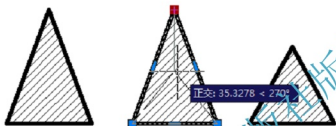
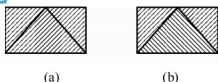

图 3-29 图案填充的关联属性
图 3-30 创建独立的图案填充
(5) 【选项】选项中，【关联】复选框用于确定填充图案与边界的关系，若选中该复选框，则改变填充边界，填充图案将自动更新，如图 3-29 演示了该过程。选中【创建独立的图案填充】，则同一次填充的多个对象可以单独编辑。如图 3-30(a)是在选中【创建独立的图案填充】，同时对矩形三个区域填充剖面线，此时，3 个区域内的剖面线是相互独立的，可以分别进行编辑，如图 3-30(b)所示。